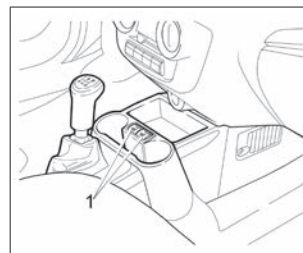

Рис. 10. Выключатели обогрева
**В варианном исполнении** передние сиденья оборудованы электрическими подогревателями, которые включаются при работающем двигателе выключателями 1 (рис. 10).